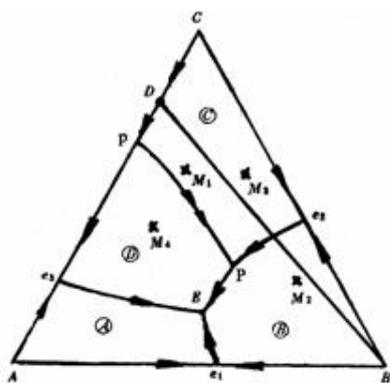

图6-13
6-25 根据图6-13三元系统相图：(1) 判断无变量点E、P的性质,并写出相平衡关系式；(2) 分析熔体M₁、M₂和M₃的冷却析晶过程,并总结判断结晶产物和结晶结束点的规则；(3) 加热组成为M₄的混合物,将于什么温度出现液相?在该温度下出现的最大液相量是多少?在什么温度下完全熔融?写出其加热过程相平衡表达式。